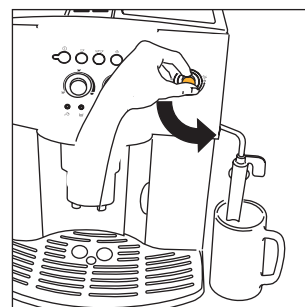
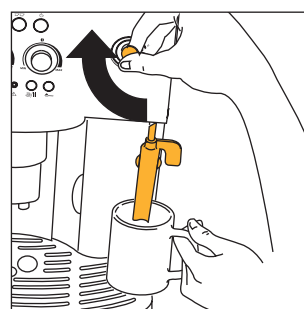
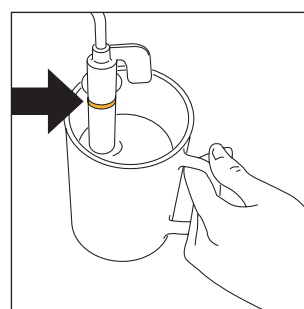

Fig.5
Fig.23
Fig.24
3. **STRAKS EFTER, INDEN DER ER GÅET HØJST 30 SEKUNDER**, drej dampbetjenings knappen mod uret så langt den kan komme (fig. 5) (det er normalt, at maskinen larmer).
- Drej dampbetjeningsknappen en halv gang mod uret så langt den kan (fig. 5): det varme vand løber ud af cappuccinoadapteren og begynder at fylde den nedestående beholder op.
- Straks efter, inden højst to minutter** (ellers går maskinen automatisk tilbage til funktion kaffebrygning), sænk cappuccinoadapteren ned i mælkebeholderen (fig. 23), men vær opmærksom på ikke at overdække mærket på cappuccinoadapteren (det vises med pilen på fig. 24). Drej dampbetjeningsknappen en halv gang mod uret, så langt den kan komme (fig. 5). (Pas på ikke at skolde sig). På grund af dampen, der løber ud af cappuccinoadapteren, begynder mælken at svulme op og at få et cremet udseende. For at opnå et mere cremeagtigt skum, sænk cappuccinoadapteren ned i mælken, og drej beholderen med langsomme bevægelser nedefra og op. (Det tilrådes at lede damp i højst 2 minutter ad gangen).
- Lad lidt vand eller damp slippe ud i et par sekunder ved at dreje dampbetjeningsknappen mod uret helt i bund (fig. 5). Med denne operation kommer damprøret af med eventuel tiloversbleven mælk. **VIGTIGT:** Af hygiejniske grunde anbefales det altid at foretage denne operation for at undgå at der bliver mælk siddende i de indvendige kredsløb i cappuccinoadapteren.